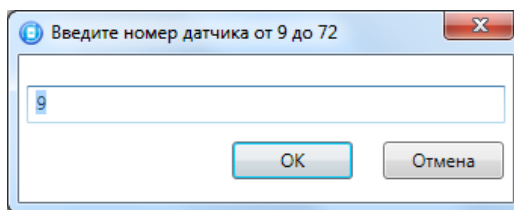

Рис. 6.1. Ввод номера радиоустройства
2. В открывшемся окне укажите номер радиоустройства из числа еще не занятых в нумерации шлейфов сигнализации базового контроллера и радиоустройств (в диапазоне, указанном в заголовке окна) и нажмите кнопку *ОК* (Рис. 6.1).